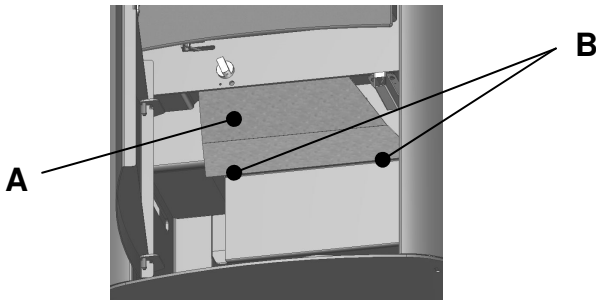
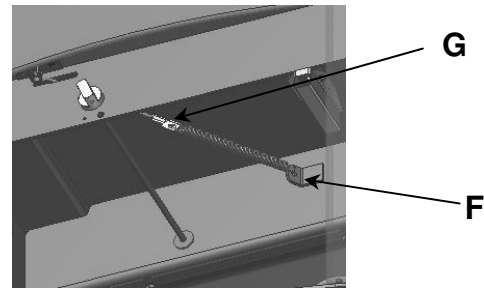

Abb.6
Abb.7
Die Türfeder ist aufgrund der auf Sie einwirkenden hohen thermischen Belastungen ein Verschleißteil und besitzt daher nur eine begrenzte Funktions- und Nutzungsdauer. Sollte die Federspannung im Laufe der Nutzung des Gerätes nachlassen und die Tür nicht mehr selbsttätig schließen, ist diese auszutauschen. Hierzu ist das Bodenstrahlenschutzblech (A) Abb.6 im Utensilienfach durch Abschrauben der Sechskantmutter (B) Abb.6 zu entfernen. Anschließend die Feder an der Befestigungsschelle (F) Abb.7 und an der Seil-Öse (G) Abb.7 aushängen.